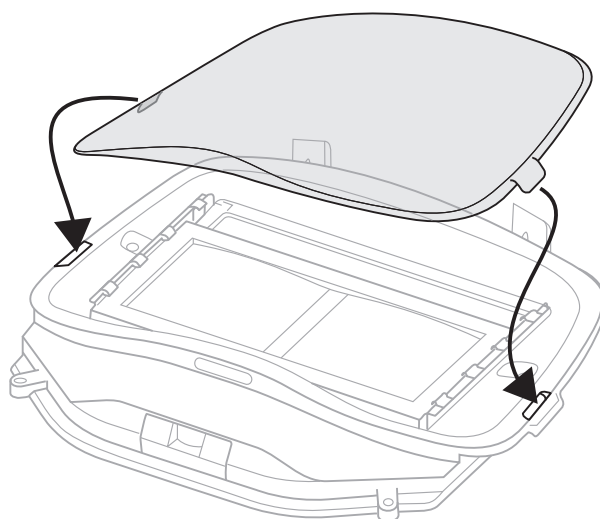

Fig. 27c
- c. Vuelve a colocar la placa externa de protección del filtro ADF para mantener el ensamblaje de la lente en su lugar y, luego, coloca el filtro ADF nuevamente en el protector externo para soldar (Consulte “Inspección y mantenimiento” y el punto 5d de “Filtro para soldar” (Fig. 27c).